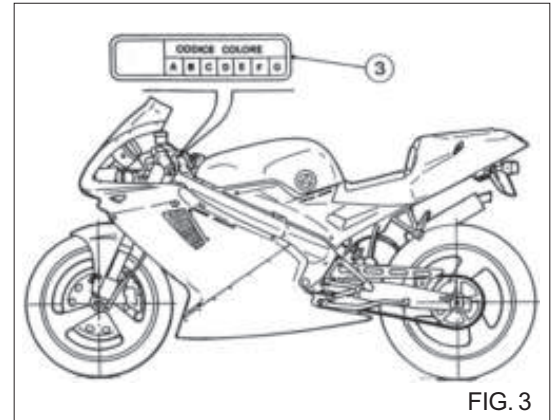

FIG. 3
- code couleur gravé sur la plaque située à gauche du cadre, auprès du fourreau du guidon (Fig. 3).
- Farbkennummer, die auf der linken Seite des Rahmens angebracht ist, noch an dem Lenkrohr (Bild. 3).
- El código de color figura en la placa aplicada a la izquierda del bastidor cerca del tubo de dirección (Fig. 3).
- FIG. 3